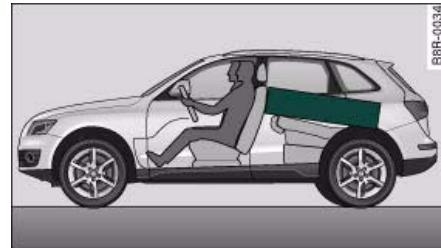

Fig. 82 Los objetos pesados deberían transportarse en la parte más baja y lo más adelante que sea posible.
- Ponga los objetos pesados en la parte más baja y lo más adelante que sea posible ⇒ fig. 82.